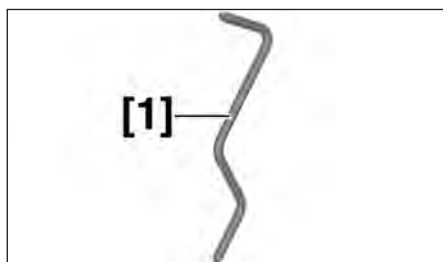

FIG.1
- [1]. Pige de volant moteur (référence : 0188-Y) (Fig.1).